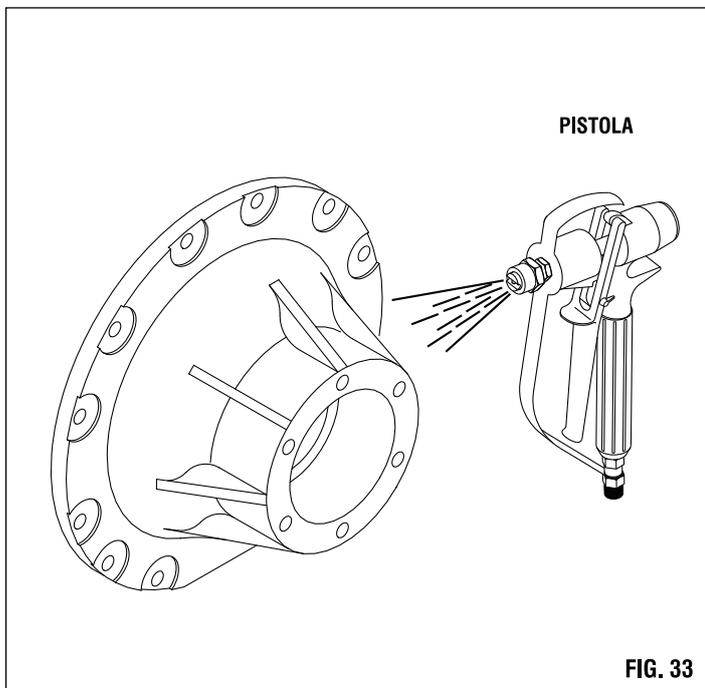

FIG. 33
8) Raggiunta la pressione ottimale, rivolgere la pistola verso l'oggetto da verniciare ed iniziare il ciclo di lavoro (fig.33).